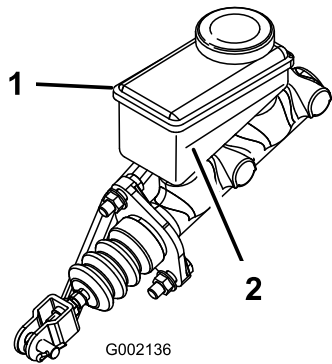

Figura 16
- Mire el nivel de aceite en el lateral del depósito (Figura 16).
- B. Añada líquido de frenos DOT 3 al depósito hasta que el nivel esté por encima de la línea Mínimo (Figura 16).
5. Instale el tapón de goma encima del salpicadero (Figura 16).